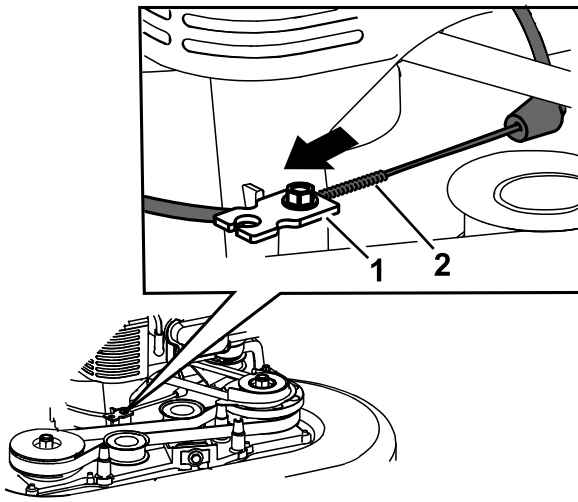

Figura 44
- Tirate la guaina del cavo per eliminare l'allentamento (Figura 44).